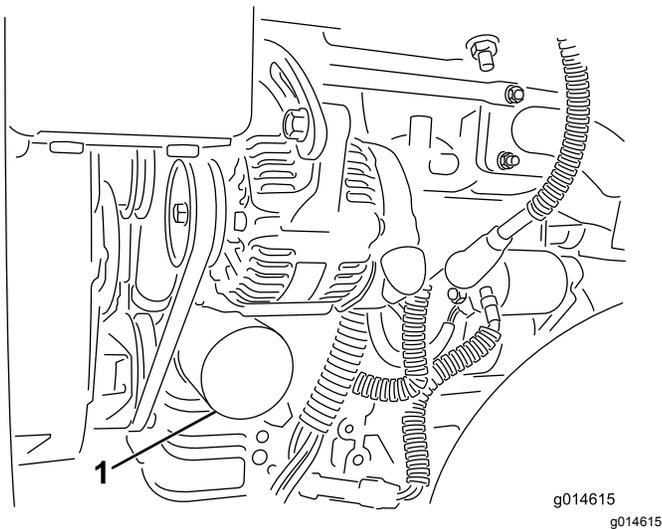

图46
2. 拆下机油滤芯 图46。在新的滤芯垫片上涂上薄薄一层干净油。